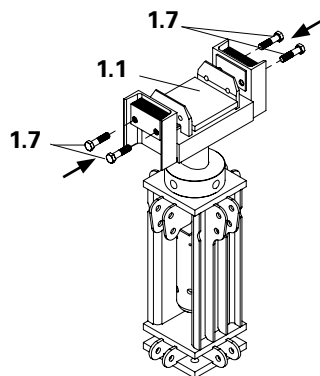

Fig. 33
5. Posizionare la stessa quantità di piastre distanziatrici su entrambi i lati della forcella con foro laterale (1.1). Fissare le piastre distanziatrici con quattro viti. (Fig. 33)